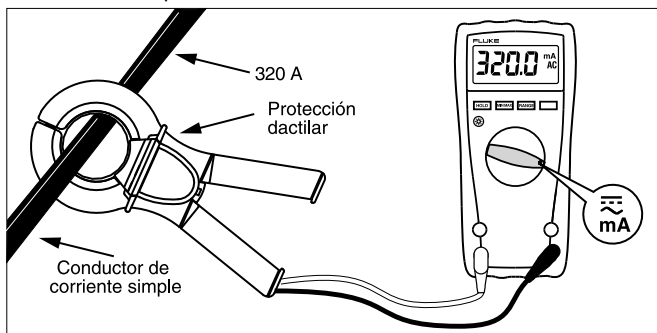

Figura 1. Medición de corriente
- **Asegúrese de que sus dedos se encuentren detrás de la protección dactilar, tal como se muestra en la Figura 1.**
3. Coloque la sonda en torno del conductor energizado que se va a medir (consulte la Figura 1). Asegúrese de que las mordazas de la sonda estén bien ajustadas en torno del conductor.
Cuando la pinza se conecta a un amperímetro compatible y se la coloque en torno de un único conductor energizado, la lectura del instrumento será de un milésimo de la corriente real presente en el conductor. Por ejemplo, una corriente de entrada de 5 A se transformará en una corriente de salida de 5 mA (consulte la Figura 1). Cuando se mida la corriente en un cable de línea de CA, las mordazas deberán ser colocadas sólo en torno de un conductor (el conductor negro o energizado en un cable de tres conductores). Si las mordazas se colocan en torno de ambos conductores energizados, las corrientes se cancelarán entre sí y producirán una lectura de cero. Si la sonda se coloca en torno de dos conductores que transporten corriente en la misma dirección, será leída la suma de ambas. La inversión de uno de los conductores hace que sea leída la diferencia.